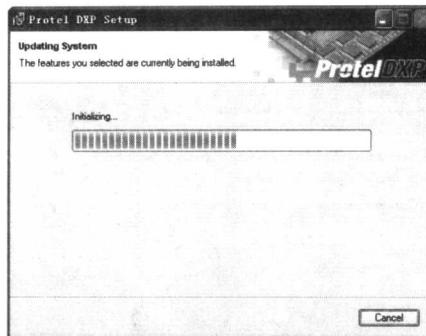

图 1-9 Protel DXP 安装进度
■ 步骤 7：单击 Next 按钮，进入安装进度对话框，它显示了软件安装的进度，在安装过程中单击 Cancel（取消）按钮则可取消安装，如图 1-9 所示。